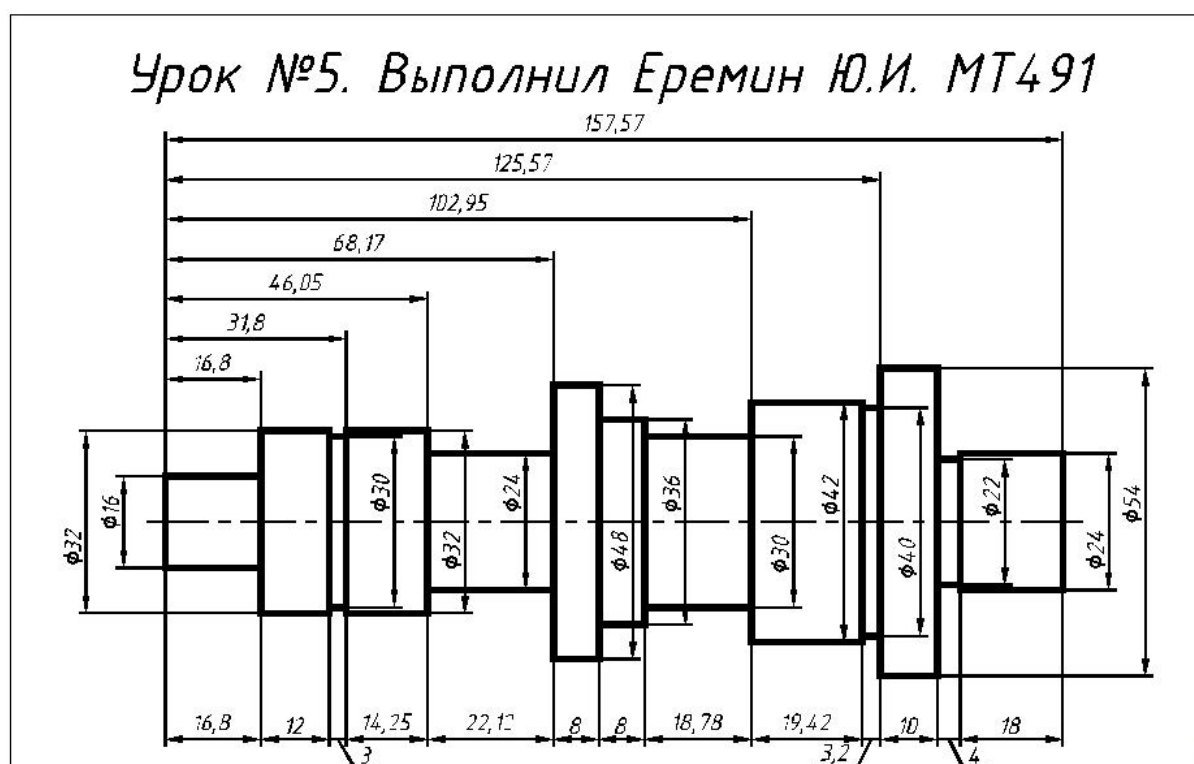

Рис. 6.1. Чертеж вала с двумя вариантами простановки линейных размеров
6.2.1. Начертить вал, проставить размеры (для линейных размеров привести два варианта) (рис. 6.1).
Размерные цепи (**Continue Dimension**) представляют собой цепочку размеров, у которых начало каждого последующего размера совпадает с концом предыдущего. А сумма всех размеров равна расстоянию между первой и последней выносной линией размерной цепи (см. рис. 6.1 снизу).
Базовые размеры (**Baseline Dimension**) – это последовательность размеров, построенных от одной базовой линии (первой выносной линии), у которых имеется одна общая выносная линия, а количество вторых выносных и размерных линий соответствует количеству проставленных от одной базы размеров (см. рис. 6.1 сверху). Размерные линии в базовых размерах располагаются со смещением, которое определяется в размерном стиле на вкладке **Lines** (Линии) в области **Dimension Lines** (Размерные линии) в поле **Baseline spacing** (Шаг в базовых размерах) (см. разд. 3.3.3 рис. 3.14). Согласно ГОСТ 2.307-2011 наименьшее расстояние между параллельными размерными линиями 7 мм, между размерной и линией контура – 10 мм.